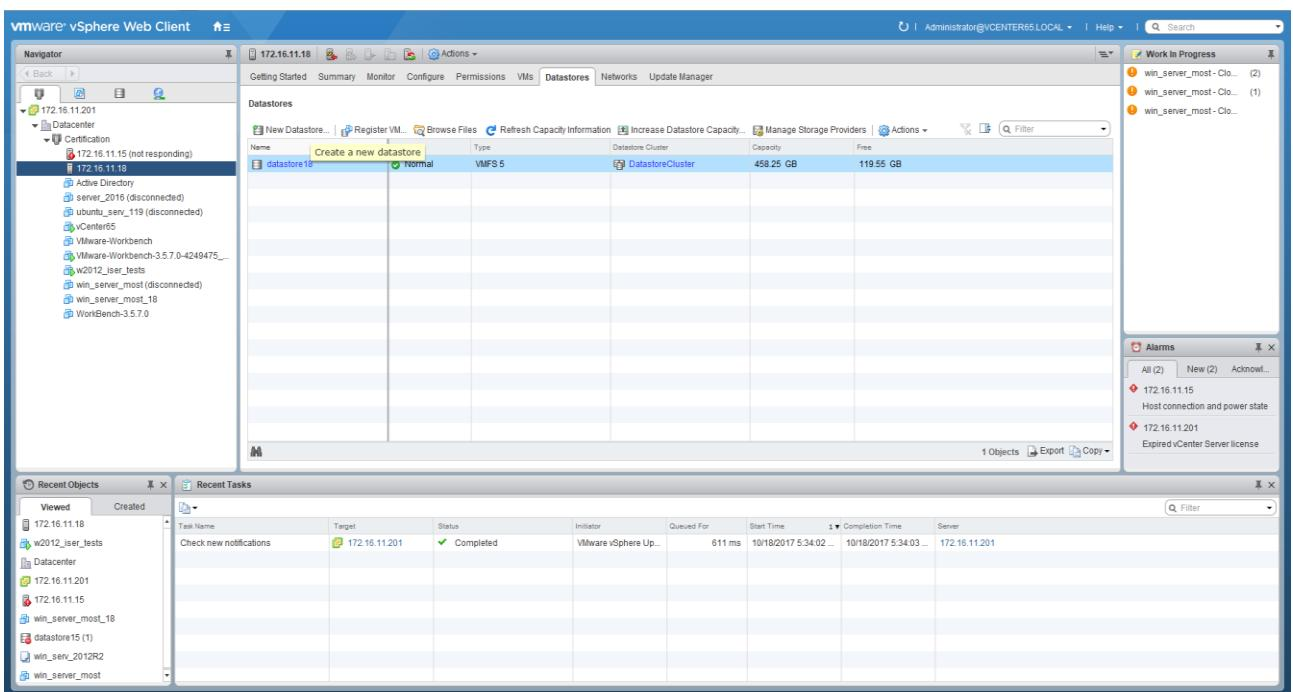

Рисунок 142. ESXi Datastore.
3. Нажать на кнопку «New Datastore» (см. Рисунок 142).